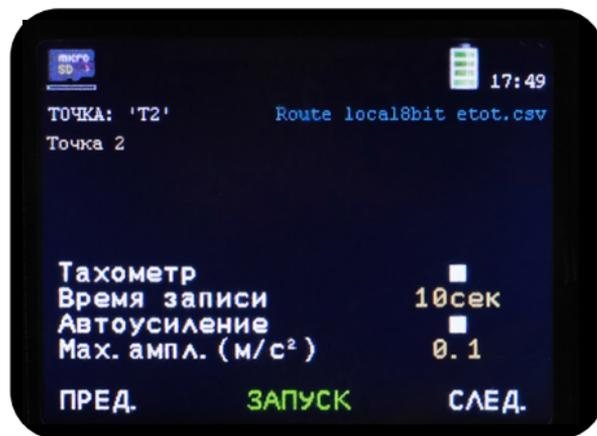

Рисунок 28. Меню «Маршруты». Карта маршрута
2.2.17.4 После выбора файла маршрута прибор переходит в меню «Маршруты. Карта маршрута», где будут отображаться все точки измерения с их описанием (рисунок 28). Измеренная точка текущего маршрута будет подсвечиваться зеленым цветом.